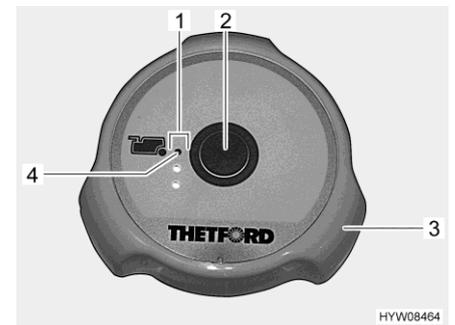

Fig. 147 Pulsante dello sciacquone/spie di controllo (toilette Thetford)
- Prima di tirare l'acqua, aprire il cursore della toilette Thetford. A tal fine ruotare la maniglia girevole (Fig. 147,3) in senso antiorario.
- Per sciacquare premere il pulsante blu (Fig. 147,2).
- Dopo aver tirato l'acqua chiudere il cursore. Ruotare la maniglia girevole (Fig. 147,3) in senso orario.
Le spie di controllo (Fig. 147,1) indicano il livello del serbatoio fecale. Quando si accende la spia di controllo rossa (Fig. 147,4), il serbatoio fecale deve essere svuotato.